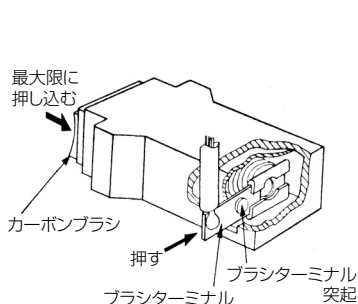
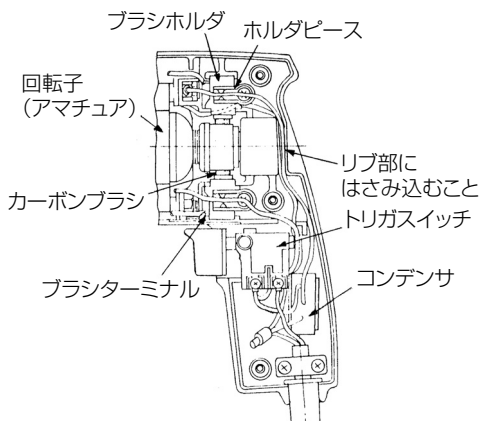

図 17
図 18
- (4) カーボンブラシをブラシホルダ内に最大限押し込んだ状態で、ブラシターミナルをカーボンブラシから抜きます。（図17）
- (5) カーボンブラシをブラシホルダから取り出します。
- (1) カーボンブラシをブラシホルダの中に入れ、最大限に押し込んだ状態で図 17 のようにブラシターミナルを挿入します。
- (2) カーボンブラシを押さえながらブラシホルダをハウジングに挿入します。
- (3) ホルダピースでブラシホルダを固定します。
- (4) 内部配線類が図 18 のように正規の位置にあること、また内部配線類が回転子 (アマチュア) に接触する危険がないことを十分確認してください。
- (5) 内部配線類がハウジングとの間にかみ込まれないよう十分注意してハンドルカバーをかぶせ、ステーを取付けて小ネジ (3 本) を締付けてください。